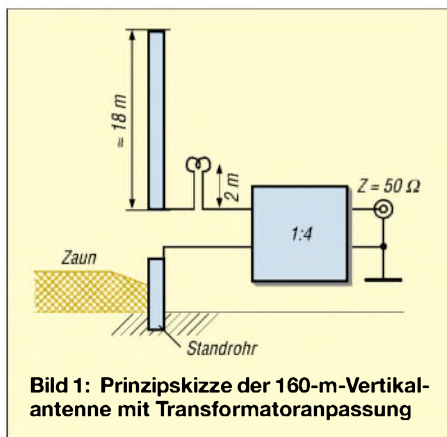

Bild 1: Prinzipskizze der 160-m-Vertikalantenne mit Transformatoranpassung
- [1] Theurich, K., DG0ZB: FUNKAMATEUR Digest. 1. Auflage, Theuberger Verlag, Berlin 1998, S. 28, Bild 4; oder S. 279, Bild 1; oder S. 288, Bild 2 und 4
Bild 1 zeigt die prinzipielle Anordnung. Als Standrohr findet ein Stahlrohr mit 50 mm Durchmesser $\times$ 2 mm Wanddicke, 2 m lang Verwendung, das sich mit dem Vorschlaghammer 1,5 m tief in die Erde befördern